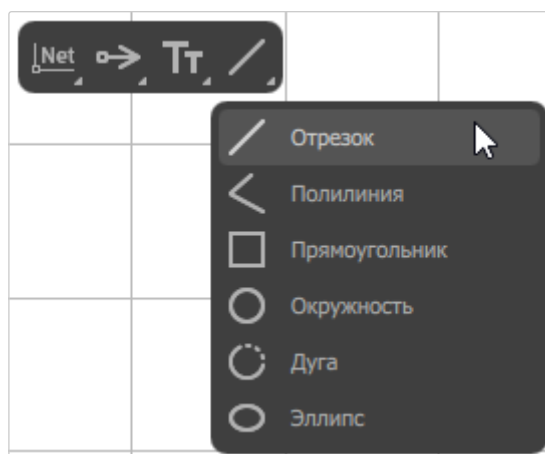

Рисунок 67. Инструменты графических примитивов на панели инструментов
- 2) В раскрывшемся списке выбрать инструмент «Отрезок», «Полилиния», «Прямоугольник», «Окружность», «Дуга» или «Эллипс» (см. рисунок 67).